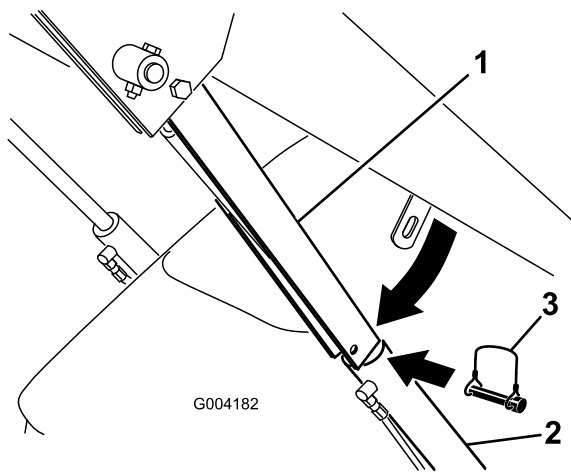

Figura 24
4. Retire la pasador de seguridad que fija el bloqueo del cilindro al brazo de carga (Figura 24).
5. Baje el bloqueo del cilindro sobre la barra del cilindro y fíjelo con el pasador de seguridad (Figura 24).